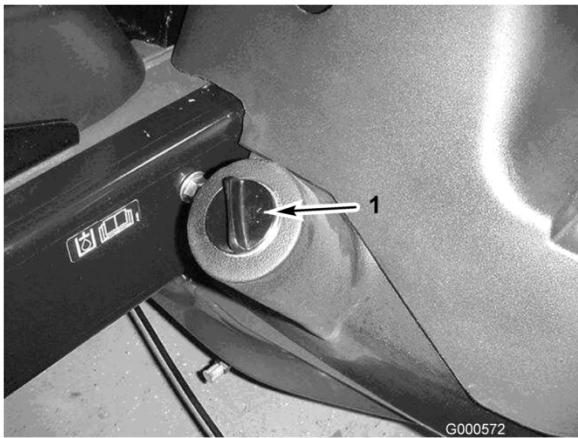

Figure 14
- Nettoyez la surface autour du goulot et du bouchon de remplissage du réservoir hydraulique (Figure 14). Enlevez le bouchon du goulot de remplissage